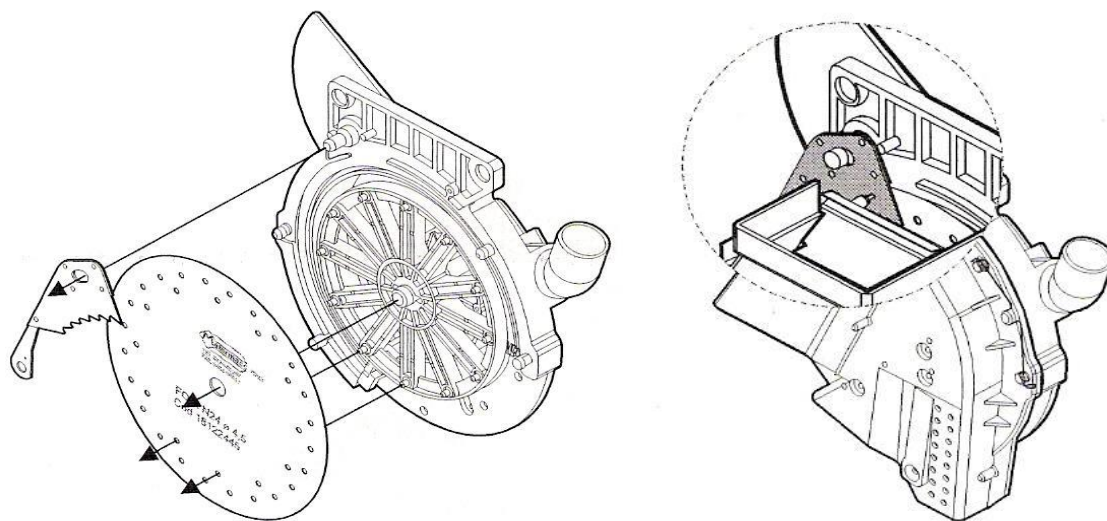

FIGURA 12
- Colocar la tolva verificando que el cilindro haga presión en el rizador como se indica en el detalle de la **FIGURA 12**
- Retire la cadena del punto No. 2 (**FIGURA 12**) gire la catarina de ese punto una o dos vueltas completas.